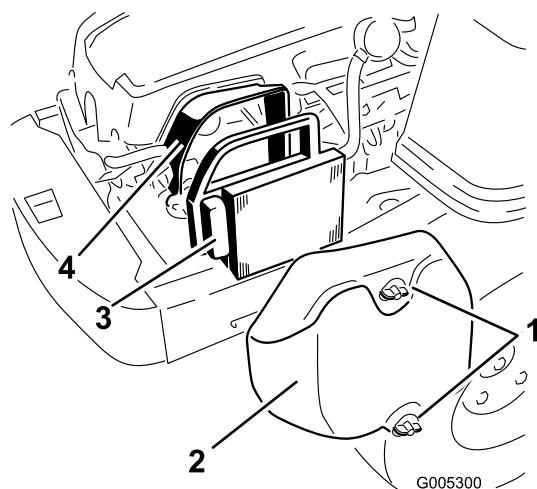

Figure 25
1. Déposez le couvercle du filtre à air (Figure 25).
2. Sortez l'élément du filtre à air avec le joint en caoutchouc intégré (Figure 25).
5. Installez l'élément en papier, côté plissé à l'extérieur, et engagez le joint en caoutchouc sur les bords de la base du filtre à air (Figure 25).
6. Reposez et fixez solidement le couvercle du filtre à air à l'aide des deux boutons (Figure 25).